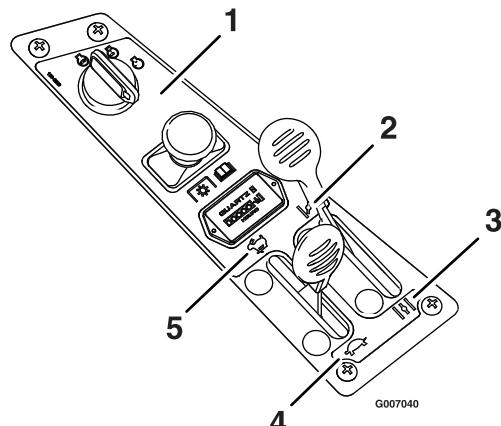

Figure 10
- Si le moteur est froid, réglez la manette d'accélérateur à mi-course et poussez la manette de starter vers l'avant, avant de démarrer (Figure 10).